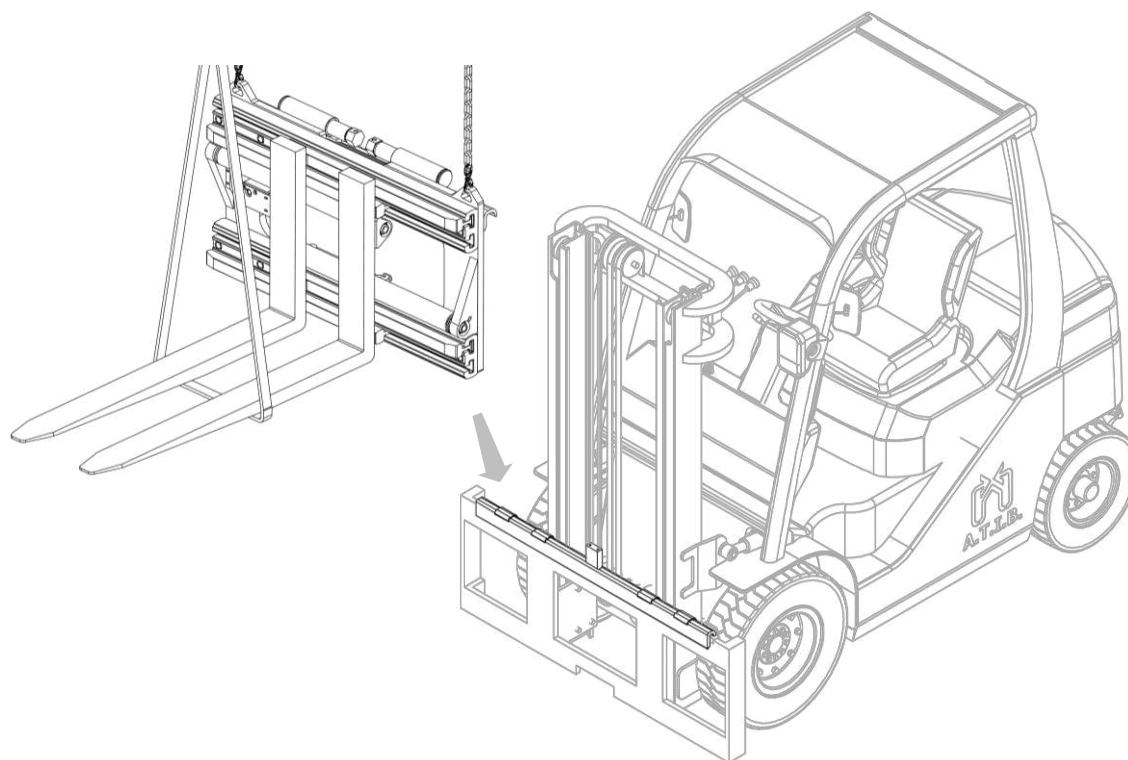

Figura 7
7. Agganciare quindi l'attrezzatura con un carro ponte o un paranco di portata sufficiente posizionala sul doppio gancio, avendo cura di posizionala in modo corretto (vedi Figura 7).